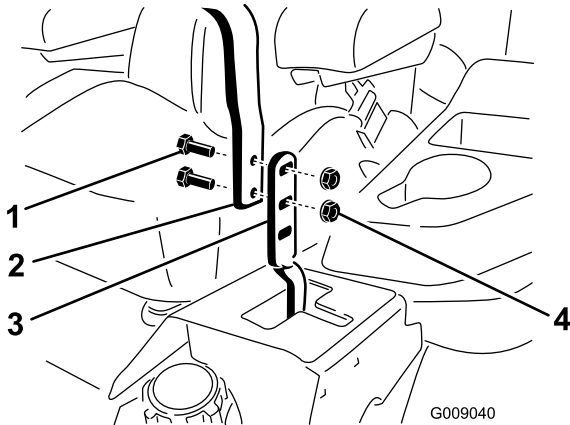

Figura 57
3. Afloje los pernos y las tuercas con arandela prensada de las palancas (Figura 57).